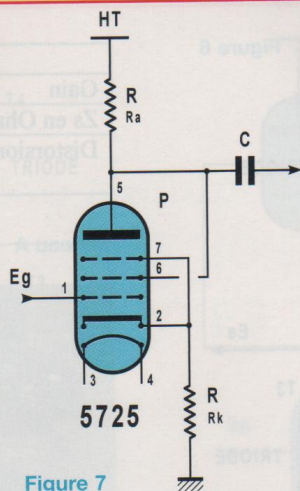
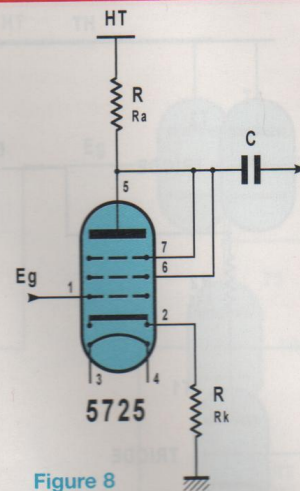
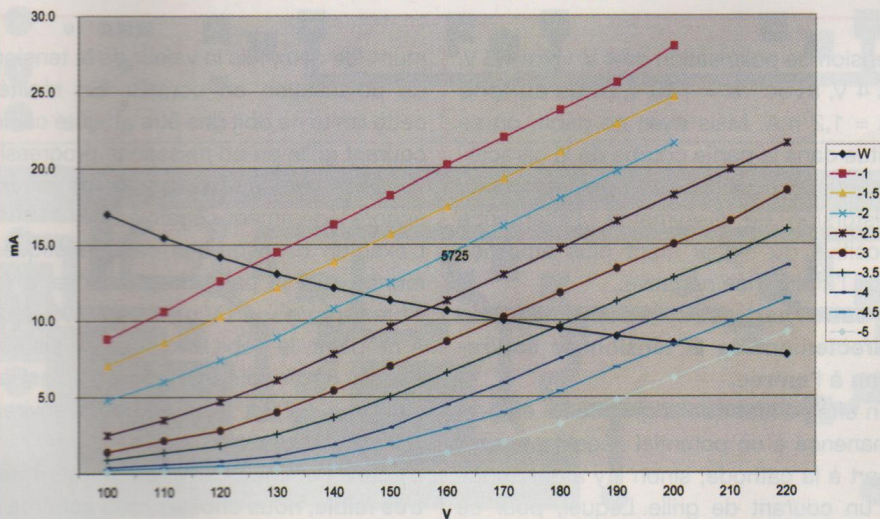

Figure 7
Figure 8
Figure 10 : Courbes caractéristiques montage 1 (A + G2)
#### Montage 1 (figure 7)
#### Montage 2 (figure 8)
C'est-à-dire le schéma 1 correspondant à la figure 7 et à la courbe de la figure 10, ou le schéma 2 correspondant à la figure 8 et à la courbe 9.
**D'une part, parce que de cette tension dépend directement le courant «  $I_a$  ».** L'examen des courbes caractéristiques (figures 10 et 11) montre que le courant «  $I_a$  » varie de façon importante avec la tension, ceci en fonction de la pente du tube qui est donnée en mA/V.
Sur la figure 10, on constate que toute augmentation de la tension de polarisation de 1 V amène une augmentation de «  $I_a$  » de 5,8 mA.